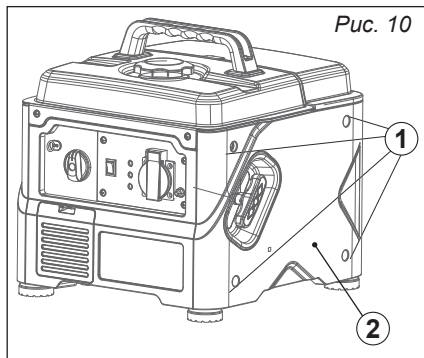

Рис. 10
2. Открутите винты ① и снимите боковую крышку ② (рис. 10).